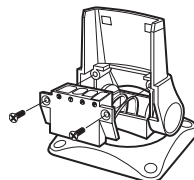

Рис.28:
4. Установить муфту разъемов на место и укрепить её двумя 19-мм винтами на турели (рис.28)